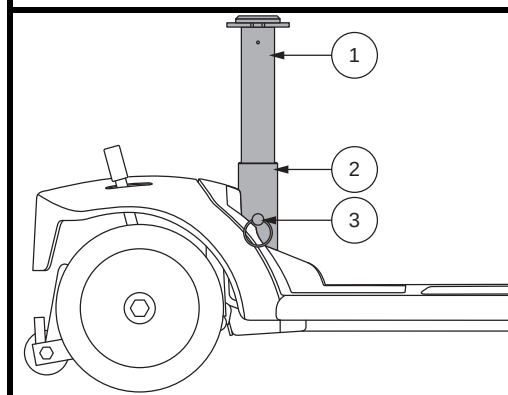

Figura 19. Regolazione dell'altezza del sedile
È possibile posizionare il sedile ad altezze differenti. **Vedere figura 19.**
2. Rimuovere il montante della sella dal Travel Scooter staccando il perno di fermo dalla parte inferiore del reggisella, poi sollevare il montante ed estrarlo dal Travel Scooter. **Vedere figura 19.**